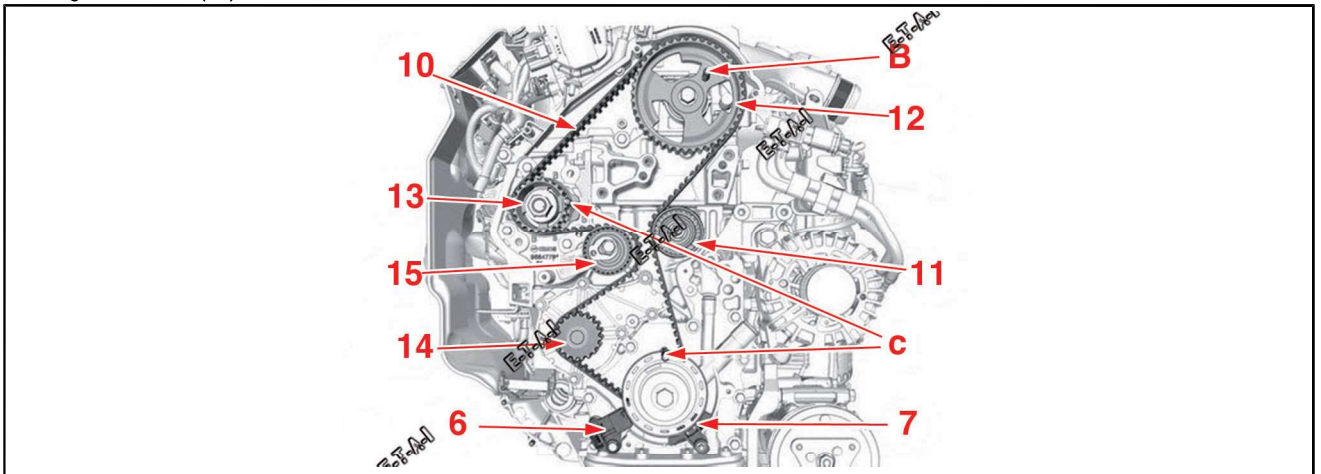

Fig.5
- Placer la courroie de distribution en respectant l'ordre suivant(Fig.5):
- roue dentée d'arbre à cames (12),
- galet enrouleur (11),
- pignon de vilebrequin (7),
- pompe à eau (14).
- roue dentée de pompe d'injection (13),
- galet tendeur (15).